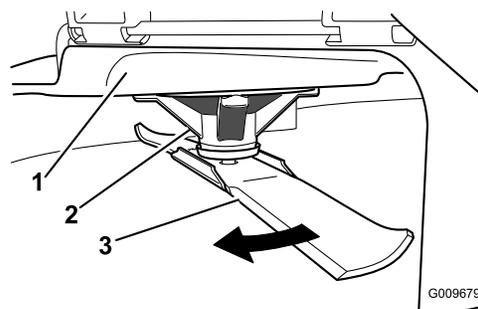

Figura 48
2. Indossando guanti ben imbottiti o altra protezione per le mani adeguata ruotate lentamente la lama da misurare in una posizione che consenta la misurazione effettiva della distanza tra il tagliente e la superficie piana su cui si trova la macchina (Figura 48).